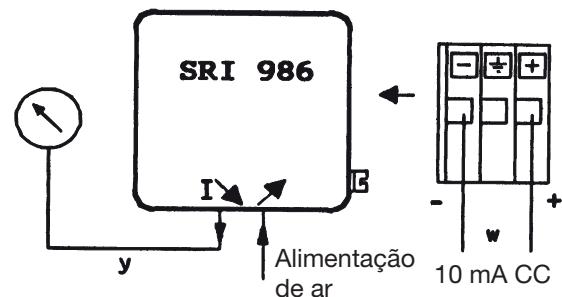

Fig. 24: Circuito de teste para posicionador de atuação única
- g) Conecte o posicionador conforme mostrado no circuito de teste, Fig. 24. Predefina a alimentação de ar para 1,4 bar.